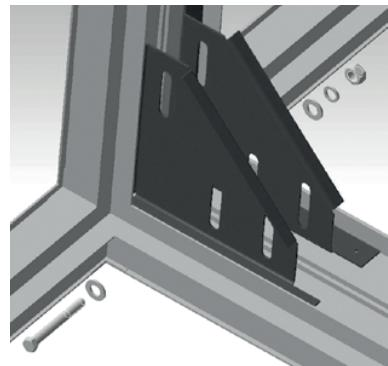

Рис. 6 Крепление секций при помощи внутренних уголков
соединить секции при помощи предустановленных внутренних соединительных уголков. Под головку болта и гайку подкладываем шайбы (рис. 6)
5. Соединение всех секций в серии EnergoAir производится при помощи внутренних соединительных уголков и наружных межсекционных стяжек. Болтами M10x70 (входят в комплект поставки) соединить секции при помощи предустановленных внутренних соединительных уголков. Под головку болта и гайку подкладываем шайбы (рис. 6)